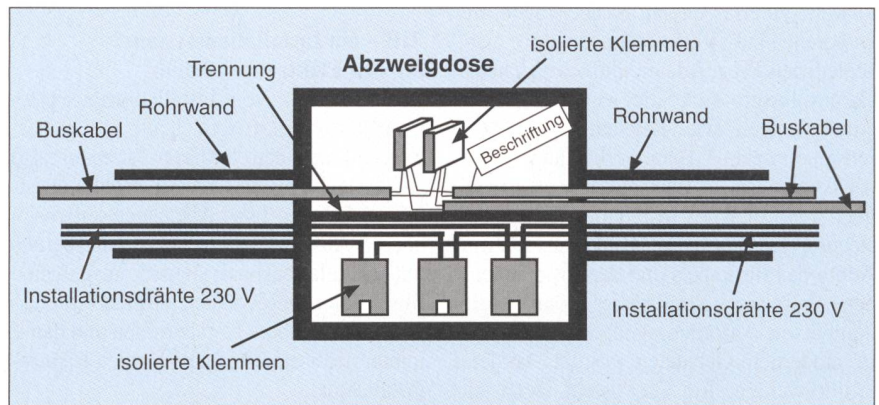

Bild 14 Niederspannungskabel und Buskabel in Abzweigdosens mit isolierten Klemmen
3. *Niederspannungs- und Buskabel in Abzweigdosen mit isolierten Klemmen:* Bei Verwendung von isolierten Anschlussklemmen, beispielsweise Wago-Klemmen, in Abzweigdosen für Nieder- und Niederspannungskabel darf eine gemeinsame Dose mit gemeinsamer Rohreinführung verwendet werden. Es wird empfohlen, die Klemmen für die unterschiedlichen Strombereiche zu gruppieren oder, besser noch, in abgetrennten Bereichen zu platzieren. Die isolierten Abzweigklammern für den Bus sind gut sichtbar zu bezeichnen (Bild 14).